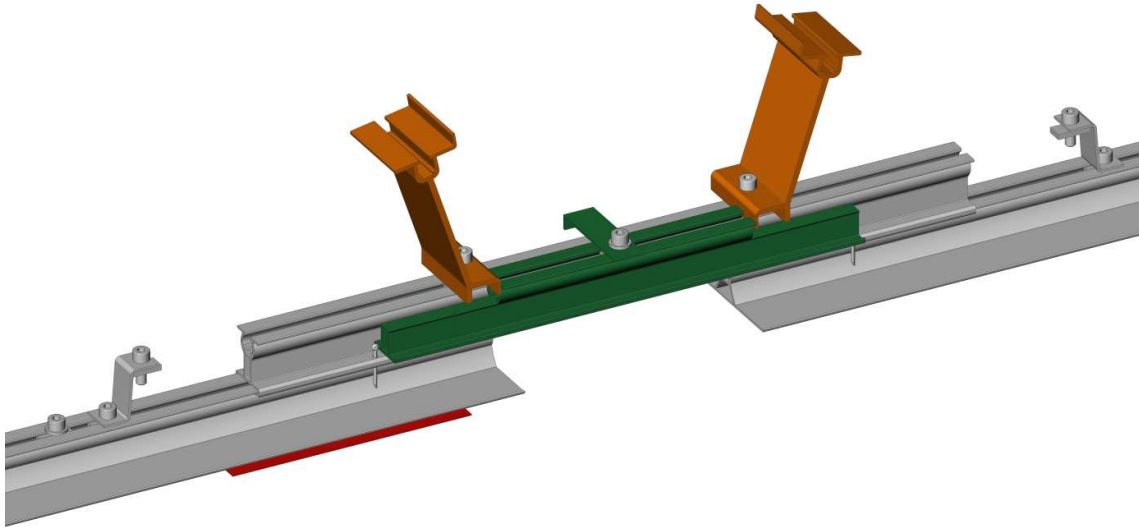

Abb. 21
Die Verbinder haben 5 Löcher mit unterschiedlichen Abständen zueinander. Die Profile werden über Splints verbunden, die durch die Löcher beider Profile gesteckt werden. **Die korrekten Positionen der Splints werden über die kleine Schablone (grün in Abb. 21) festgelegt.** Die Länge der Schablone entspricht dem korrekten Lochabstand der Splints.
- › Positionieren Sie die Modulständer mittels der mitgelieferten Schablone (grün in Abb. 21). Die Schablone passt genau zwischen die Splinte, wenn die Splinte korrekt positioniert sind.